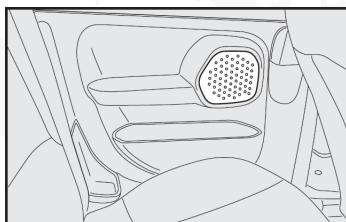

fig. 123
- Alojamiento para bocinas en la parte trasera de la 700 CC fig. 123.